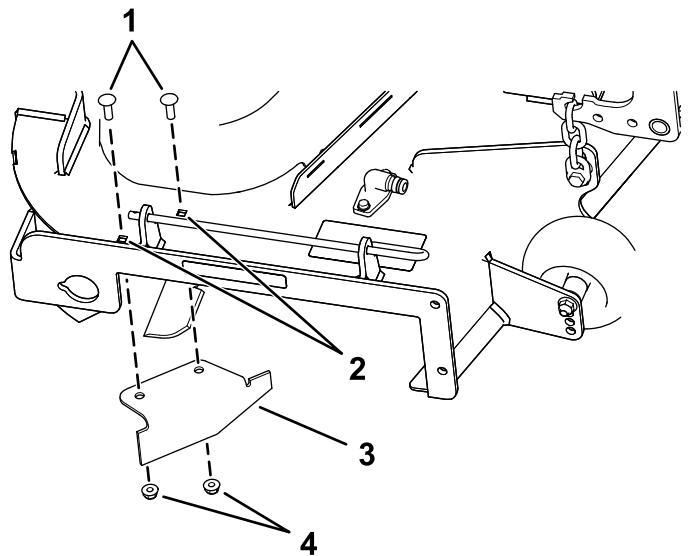

Figure 33
9. Localisez le déflecteur d'ouverture dans le sachet des pièces détachées et retirez les fixations des trous arrière de la plaque d'éjection (Figure 33).